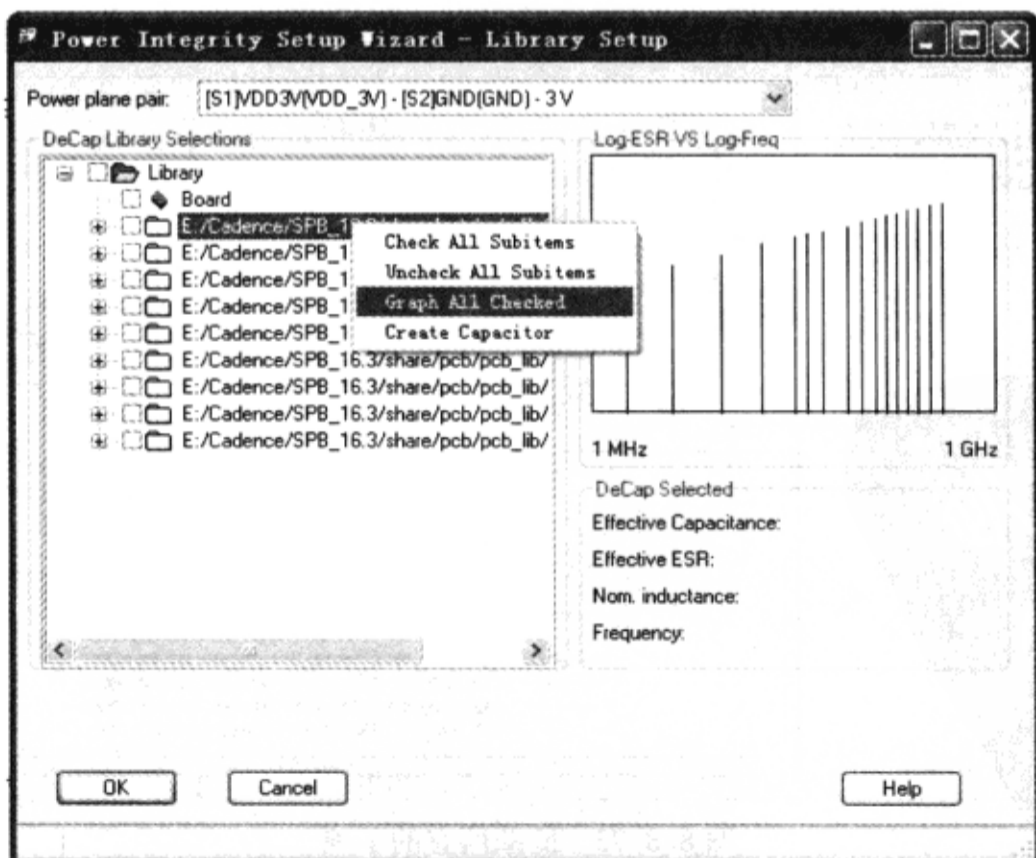
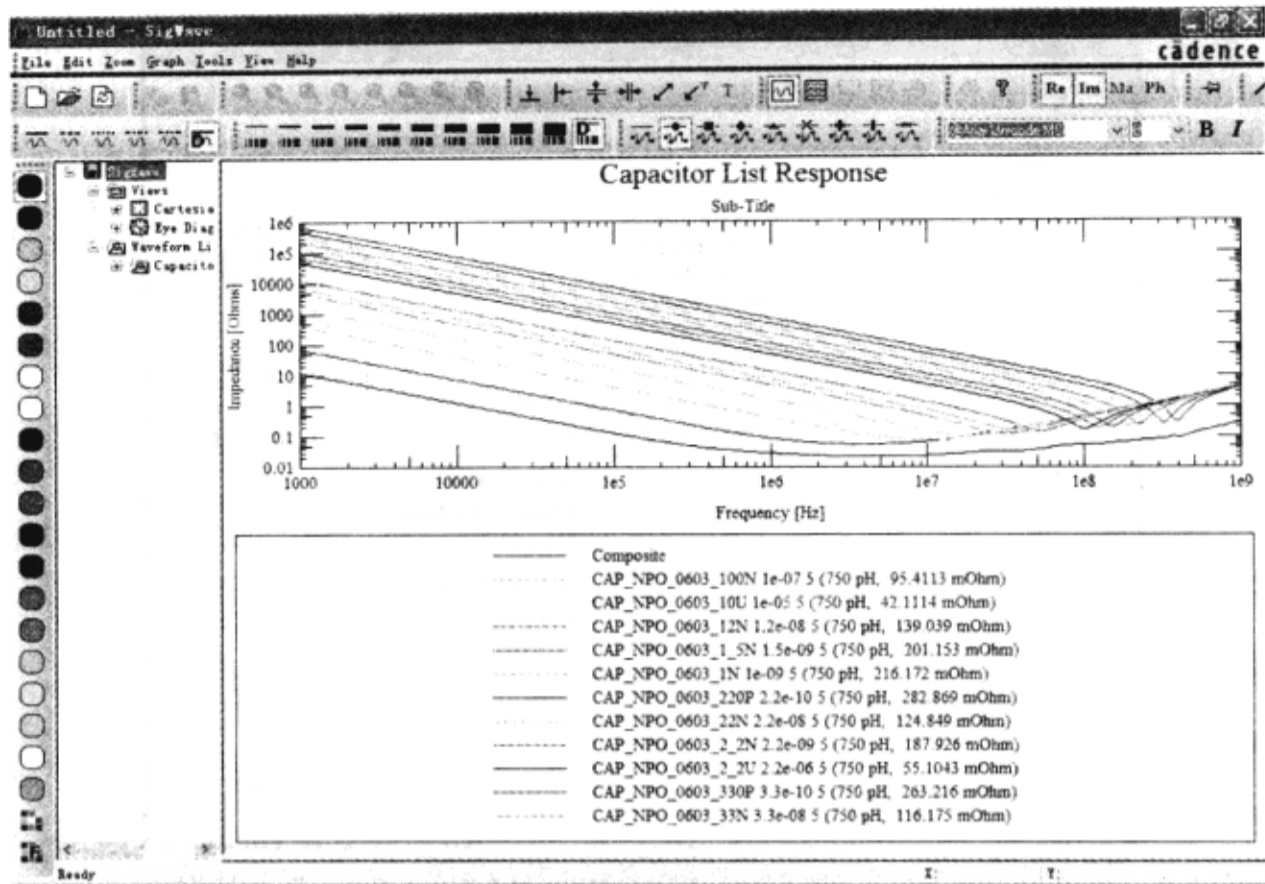

图 8-8-71 显示电容器的合成曲线
图 8-8-72 电容器响应的合成曲线
(2) 在“Power Integrity Setup Wizard-Library Setup”对话框中电容器库文件夹 E:/Cadence/SPB\_16.3/share/pcb/pcb\_lib/npo\_0603\_caps 上单击鼠标右键，在弹出的菜单中选择“Graph All Checked”，在 SigWave 窗口中会显示所有被选中的电容器的响应曲线，以及这些电容器的合成曲线，如图 8-8-71 和图 8-8-72 所示。